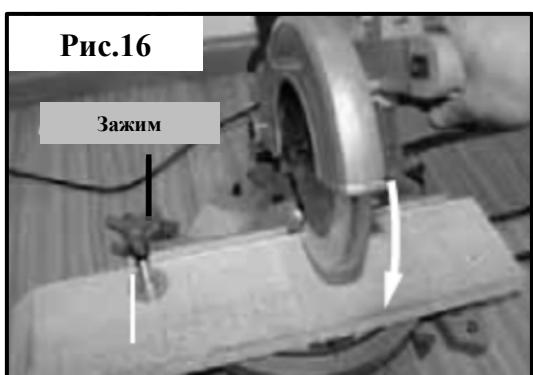

Рис.16
1. При нажатии выключателя (16) произойдет автоматическая разблокировка защиты диска.
5.4. Маятниковый распил (рис.16).